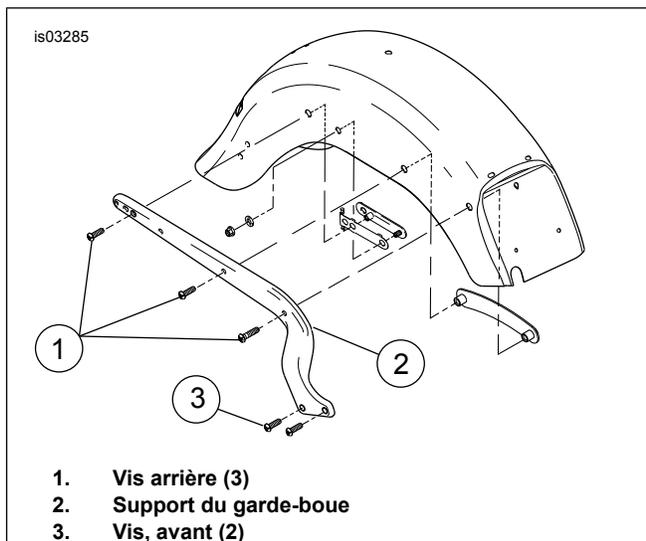

Figure 5. Vis de support de garde-boue et support de garde-boue
- Voir Figure 5. Retirer trois vis arrière (1) du support de garde-boue (2).
- Desserrer sans les retirer deux vis avant (3) sur le support de garde-boue.
1. Voir Figure 5. Installer une vis arrière (1) pour immobiliser le support de garde-boue pendant l'acheminement du câblage. Installer la vis mais ne pas serrer complètement.